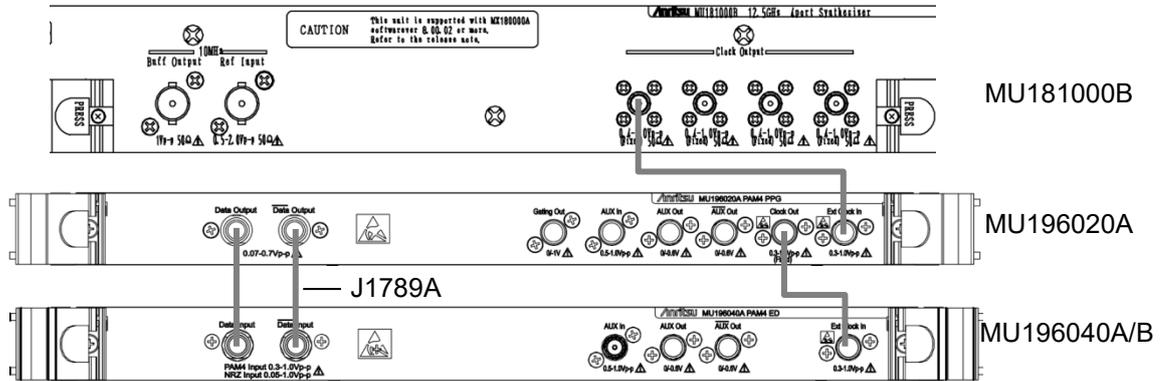

図 5.3.3-1 入力レベル試験の接続図
(3) 手順
- 5.3.1 項の手順 (3) の 1~5 と同様に機器を設定します。
- 図 5.3.3-1 に従って、測定器のケーブルを接続します。
機器の接続方法は図 5.3.3-1 を参考にしてください。
1. 5.3.1 項の手順 (3) の 1~5 と同様に機器を設定します。
2. 図 5.3.3-1 に従って、測定器のケーブルを接続します。
機器の接続方法は、図 5.3.3-1 を参考にしてください。